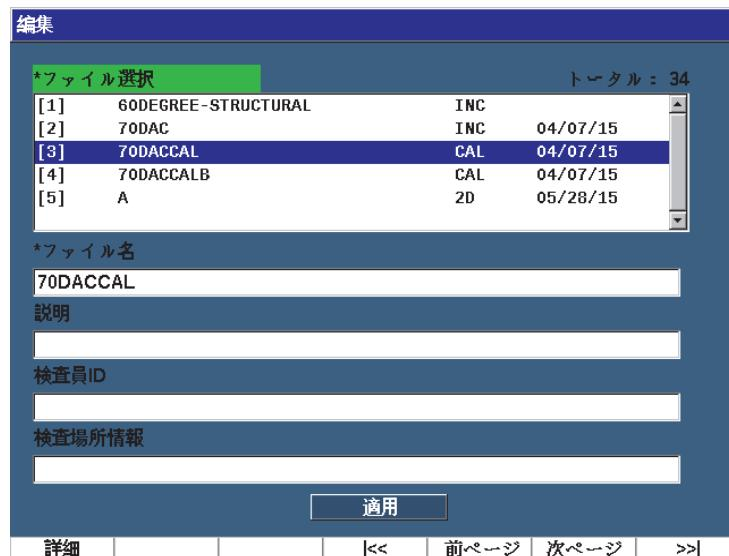

図 10-22 編集設定メニュー
1. 管理 > 編集（グループ 5/5）を選択し、編集ページを表示します（229 ページの図 10-22 参照）。